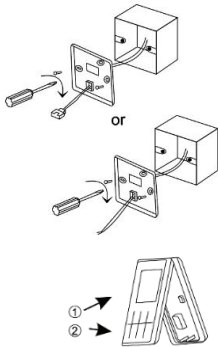

Fig.2
**Coloca la tapa trasera** del controlador (Fig.2) en la caja de la pared y fíjala con los tornillos de 4\*20mm (incluidos en la caja nº86). Después, **pasa los cables por la abertura** de la tapa.